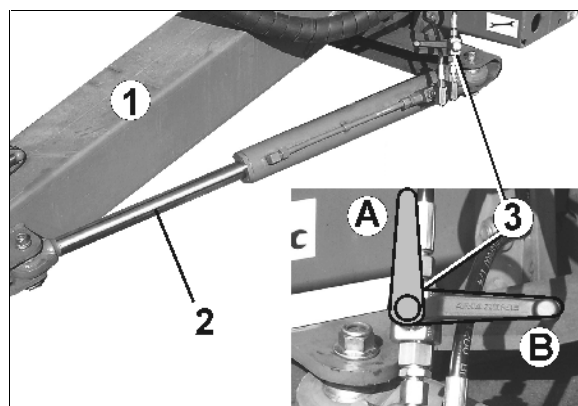

Рис. 112
- Направляющее дышло: Закройте блокировочный кран (Рис. 112/3) на гидравлическом цилиндре. (позиция В).
Для использования направляющего дышла откройте шаровой кран (Рис. 112/3) на гидравлическом цилиндре (положение А)!